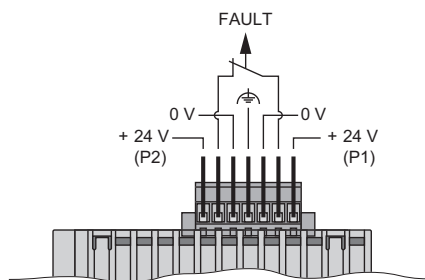

Fig 3: Brochage du bornier à vis 7 broches
- ▶ Alimenter exclusivement le module au moyen d'une **basse tension de sécurité stabilisée** selon les normes IEC/EN 60950-1/VDE 0805 de +24 VDC au maximum (seulement pour "non-hazardous locations": 32 VDC max.) Celle-ci peut être alimentée par le bornier à 7 pôles (voir Fig. 3) sur la partie supérieure de l'interface.
Les raccordements sans potentiel d'un relais faisant office de contact de signalisation se trouvent sur le bornier à 7 pôles, (voir Fig. 3) sur la partie supérieure de l'interface.